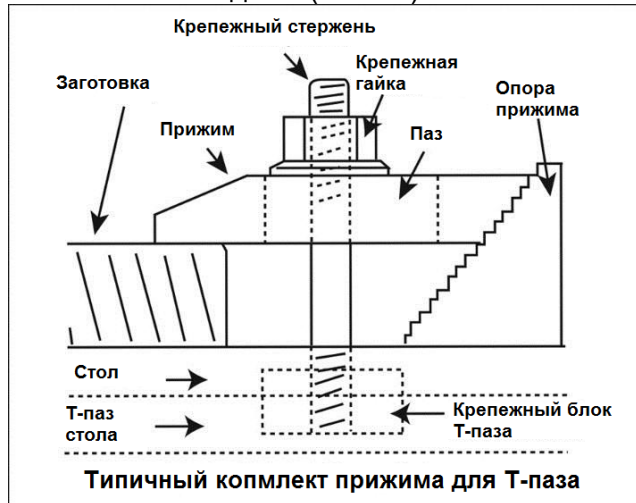

Рисунок 15
- Закрепите заготовку при помощи прижимов Т-образного паза, стержней и ступенчатых опор, если это необходимо (Рис. 15).